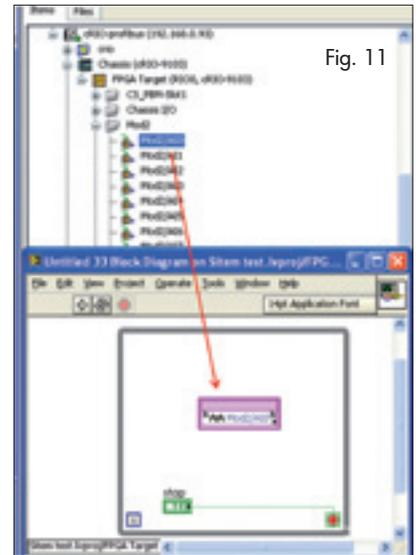
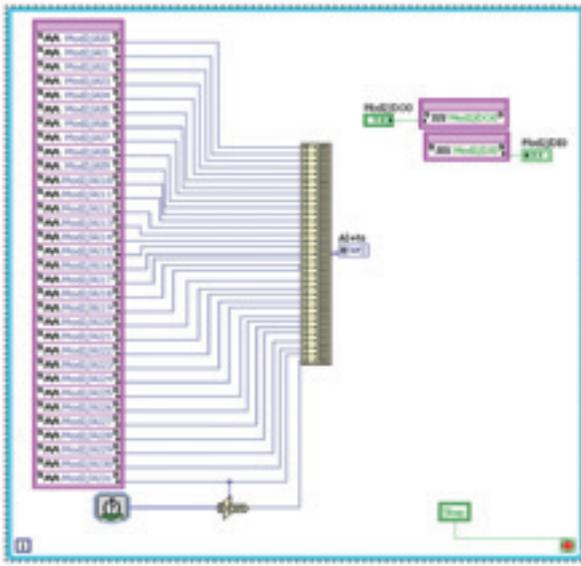

Fig. 11
Fig. 12
- Trascinando il canale che si vuole acquisire, partendo dall'elenco del progetto, si crea il link sul VI al canale e quindi dall'icona relativa si possono ricavare i valori del dato acquisito (Fig. 11 e Fig. 12).
- Nella Fig. 12 è riportata la porzione di codice su FPGA che gestisce l'acquisizione dei segnali analogici dal modulo NI-9205.